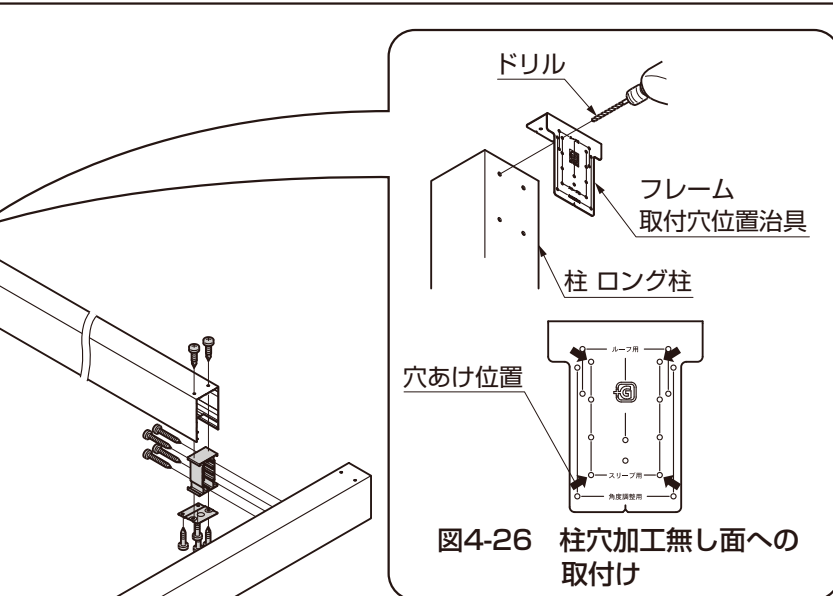

図4-26 柱穴加工無し面への取付け
- ①フレーム取付穴位置治具を柱にあて、ケガキ、ドリルでφ4.5の穴をあけてください。(図4-26参照)
- 柱補強裏板の取付け位置は図4-26を参照してください。